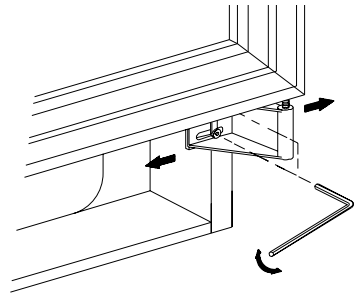

Fig. 2
(Vedi fig. 2
2. Smontare il cardine superiore. Vedi fig. 2. Trattenere il cardine perchè è caricato a molla e tende a ruotare quando si tolgono le viti.